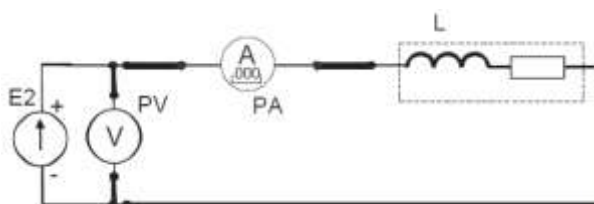

Рисунок 11 – Цепь постоянного тока с катушкой индуктивности
5. Определить величину активного сопротивления катушки методом амперметра и вольтметра. Для этого подключить её к источнику постоянного напряжения E2 (рис. 11). Установить у цифрового амперметра режим измерения постоянного тока. После проверки схемы преподавателем включить источник питания E2, установить у него выходное напряжение 10 В и измерить величину постоянного тока в цепи. Результат занести в таблицу 12. Выключить электропитание.